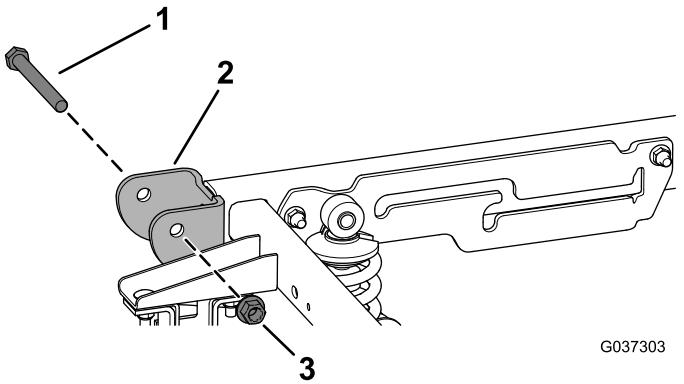

図 4
5. 車体後部にあるブラケットから、ピボットボルト $1\frac{1}{2} \times 4\frac{1}{2}$ " 2本とロックナット $1\frac{1}{2}$ " 2個を外す 図 4。